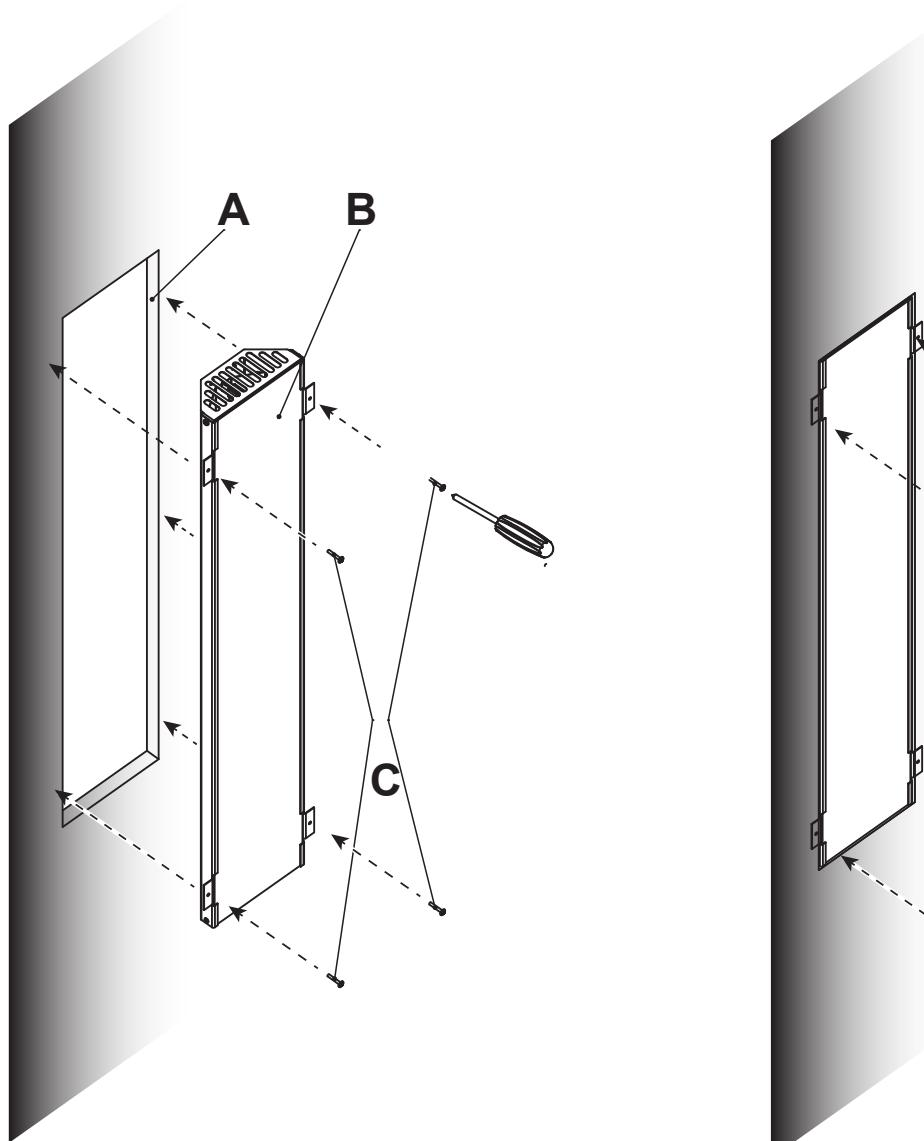

Fig. 1 – Montaggio apparecchiatura
- Montare l'apparecchiatura a infrarossi, Fig. 1, in base alle relative istruzioni di montaggio.